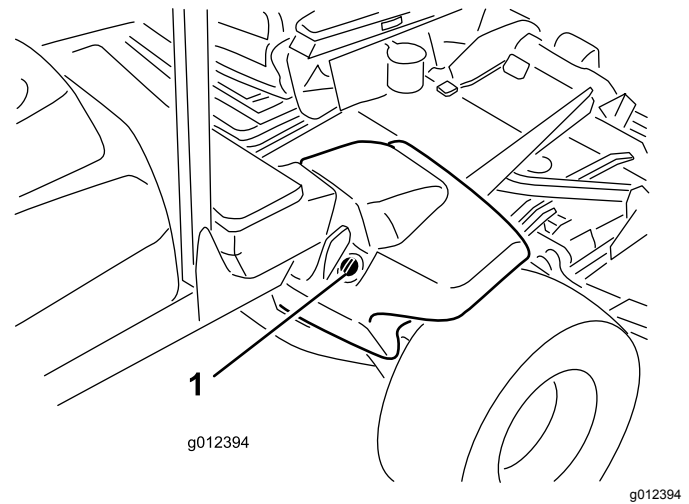

Bild 17
2. Reinigen Sie den Bereich um den Füllstutzen und den Deckel des Hydraulikbehälters (Bild 17). Drehen Sie den Deckel vom Füllstutzen ab.